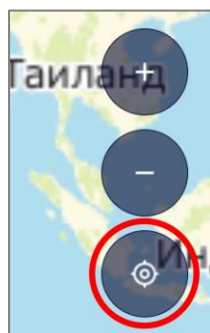

Рисунок 28 – Переход к местоположению БПЛА
4.3.2.4 Переход к местоположению БПЛА выполняется по нажатию кнопки , расположенной в правой части экрана (рисунок 28).